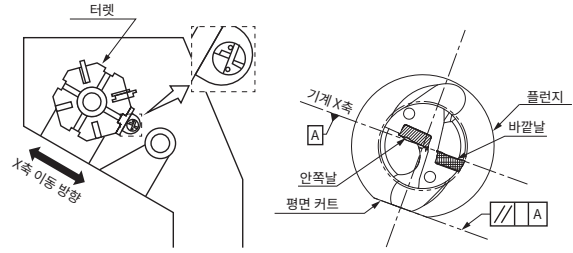

Fig. 1 선반에서의 장착 상태
- ① 플런지부의 평면 커트가 기계 X축과 평행이 되도록 세팅하여 주십시오. (X축의 이동으로 가공경의 조정이 가능)
- ② 바깥날의 방향은 작업자가 바깥날이 보이도록 세팅하는 것이 이상적입니다. (Fig. 1)